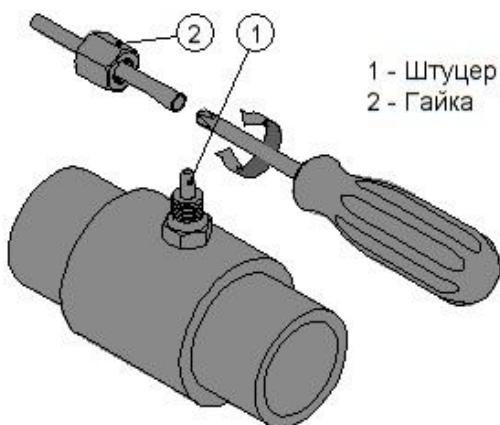

Рис.4.2-6 Развальцовка трубы PTFE
Для соединения трубок PTFE с ниппелями или клапанами впрыска станции Кристалл используется типовое сочетание штуцера и накидной гайки. Штуцер – это конусообразный выступ с торца подключаемого элемента (ниппеля или клапана впрыска, см. рис.4.2-6 поз.1).
- Скрутить гайку со штуцера и надеть её на трубку PTFE, как это показано на рис.4.2-6;